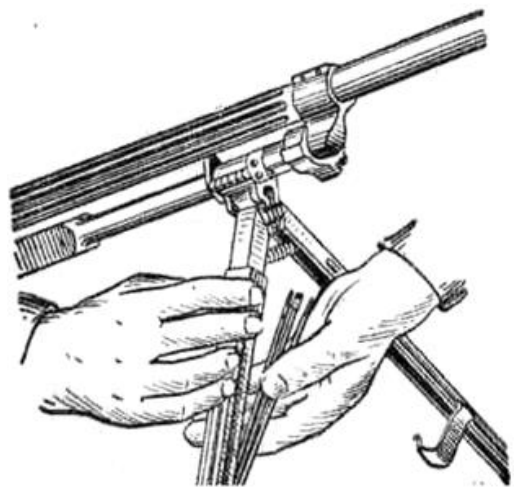

Рис. 90 Отделение звеньев шомпола от ноги сошки
4) **Отделить звенья шомпола от ноги сошки.** Отвести передвигной хомутик вверх и отделить звенья шомпола от ноги сошки (рис. 90).